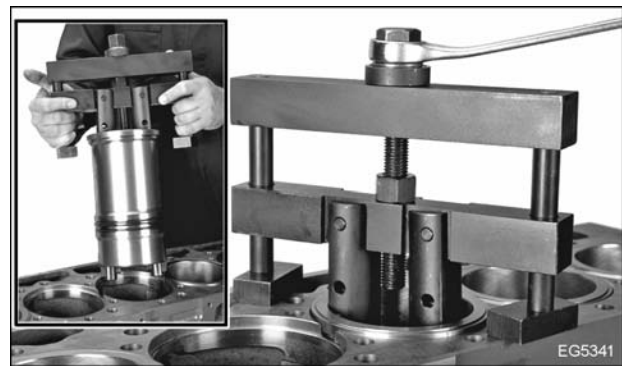

Figura 285 Retiro de una camisa de cilindro del bloque del motor
1. Coloque el extractor en la camisa y abra las mordazas de levantamiento, para que las lengüetas agarren la parte inferior de la camisa (Figura 285).